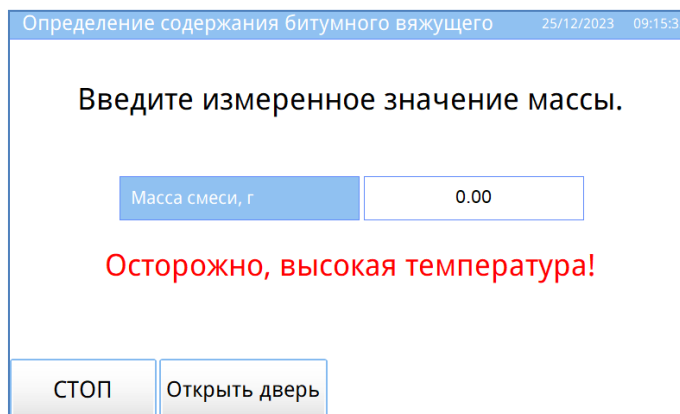

Рисунок 10 – Ввод измеренного значения массы
4.5.10 Определить массу пробы, ввести на дисплее (см. рисунок 10).